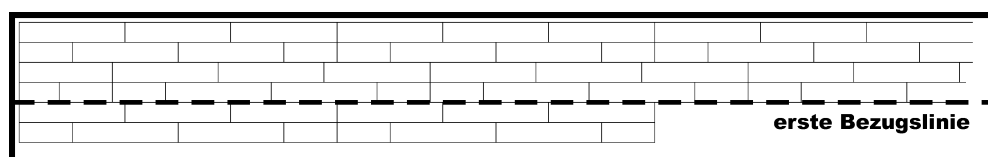

Abb. 1
- Fertigparkett kann keinen Höhenausgleich von Unebenheiten des Untergrundes bewirken. Es sind die Anforderungen gemäß DIN 18202 anzuwenden (Tabelle 3 Zeile 4 sowie Diagramm Bild 1). Beispiel: bei einem Messpunktabstand von 1 m darf die Abweichung zur Ebenheit max. 3 mm betragen. Werden die Ebenheitstoleranzen überschritten muss dies mit geeigneten Mitteln (schleifen und/oder spachteln) behoben werden.
- Anhydritestrich (AE) und Anhydritfließestrich (AFE) müssen mechanisch vorbehandelt werden – AE bürsten, AFE schleifen – und gründlich abgesaugt werden. Beachten Sie die Vorschriften der Estrichhersteller.